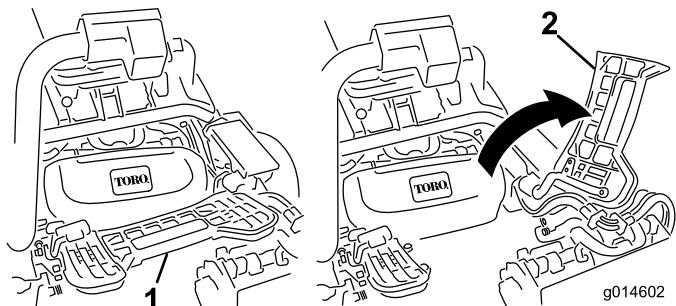

図 31
- フット・レストを跳ね上げて開き、中央カッティングユニット取り付け位置へのアクセスを確保する（図 31）。